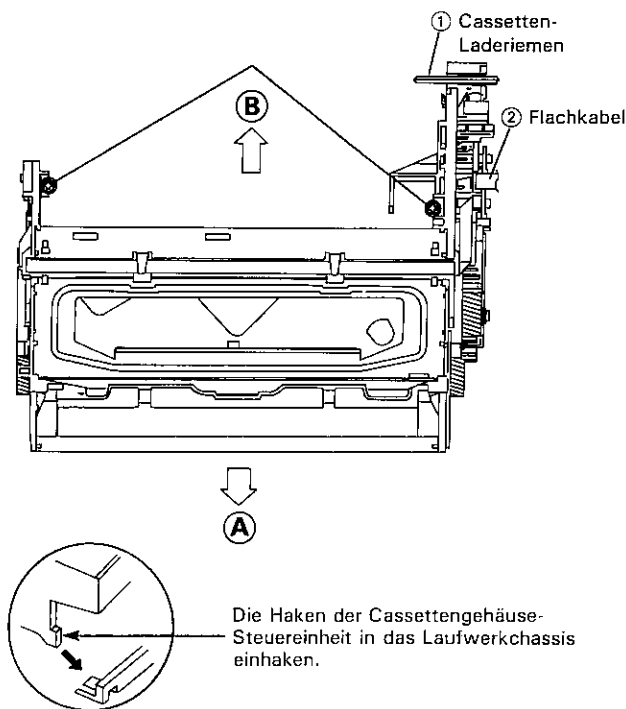

Abbildung 1-1.
5. Die Cassettengehäuse-Steuereinheit (Abb. 1-1) in Pfeilrichtung ⇒ ③ drücken und diese dann gerade nach oben herausziehen.